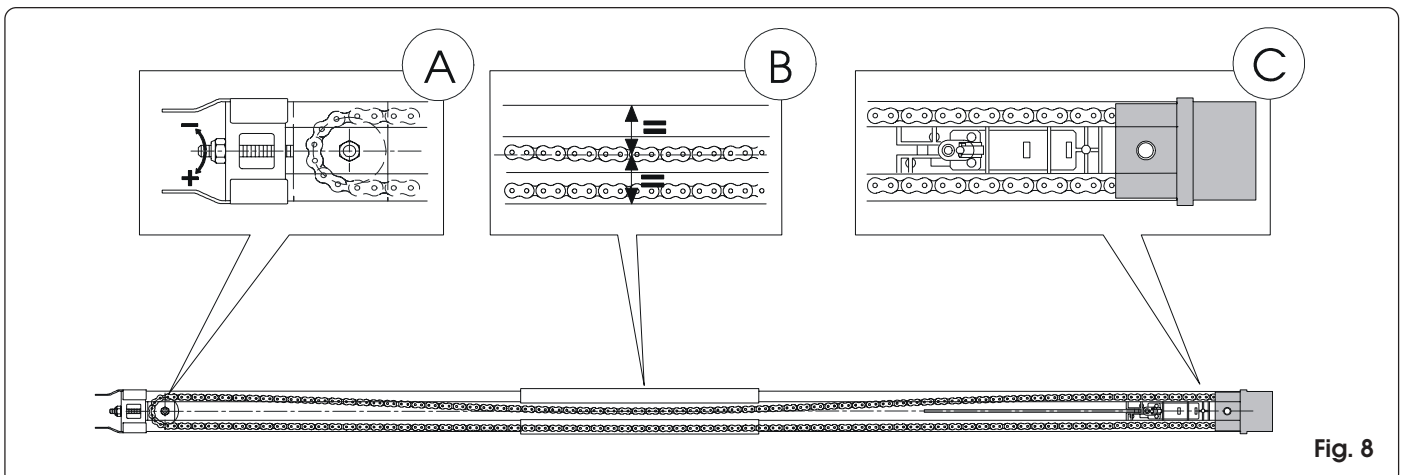

Fig. 8
- 5) Coucher le rail sur le côté (fig. 8)
- 6) Pousser le traîneau près du groupe d'embrayage de la traction (fig. 8 réf. C).
- 7) Régler le tendeur (fig. 8 réf. A) de manière à ce que la partie centrale de l'anse, formée par la branche supérieure de la chaîne, se trouve approximativement sur la médiane du rail (fig. 8 réf. B)